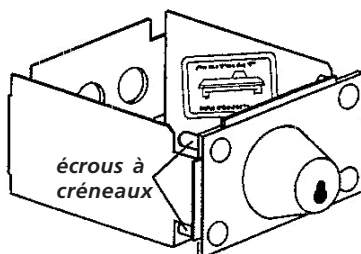

Fig. 2
Le réglage serré de la boîte à monnaie est effectué à l'usine. Le client peut la régler à son goût en desserrant les écrous à créneaux. Voir Fig. 2
4. Tournez l'assemblage de l'arbre et de la came dans le sens des aiguilles d'une montre jusqu'à ce que le bras de levier de l'interrupteur soit sur le dessus de la languette afin de s'assurer que les interrupteurs des deux mécanismes sont ouverts (Fig. 2).